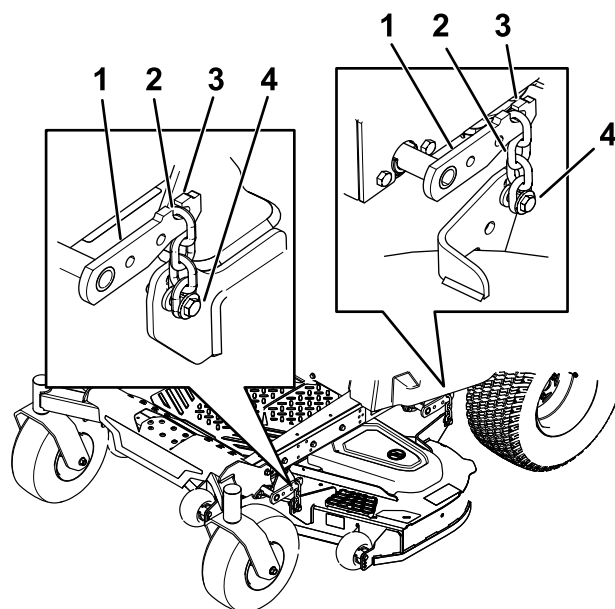

Figura 75
5. Afloje los pernos de ajuste en las cuatro esquinas, hasta que la carcasa quede bien asentada sobre los cuatro bloques (Figura 75).
6. Asegúrese de que las cuatro cadenas están tensadas (Figura 75).
7. Apriete los cuatro pernos de ajuste (Figura 75).